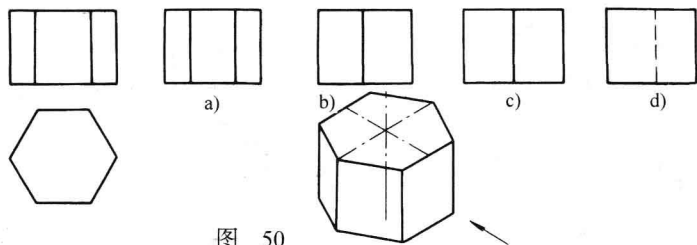
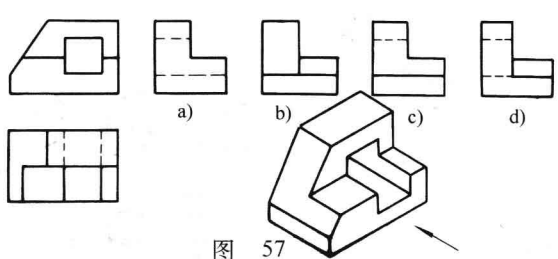

图 50
图 57
2. 根据主俯两视图及立体图 (图 50~图 57), 选择正确的